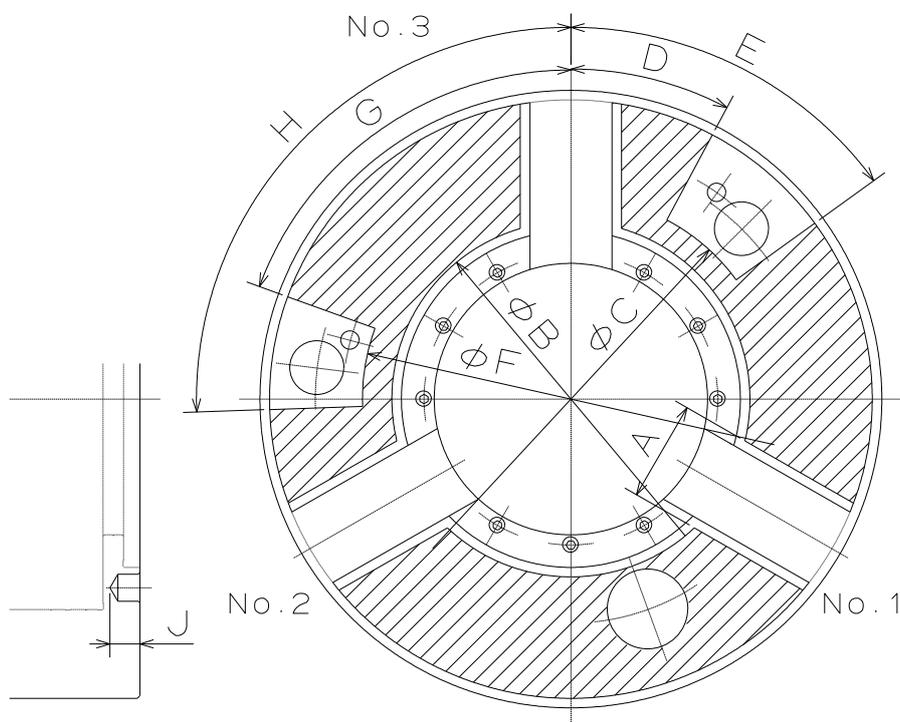

図 13
- ・ チャックボデー表面にロケータや治具を取り付ける場合は、図 13 に示す追加工範囲内にタップまたは穴明けを行ってください。